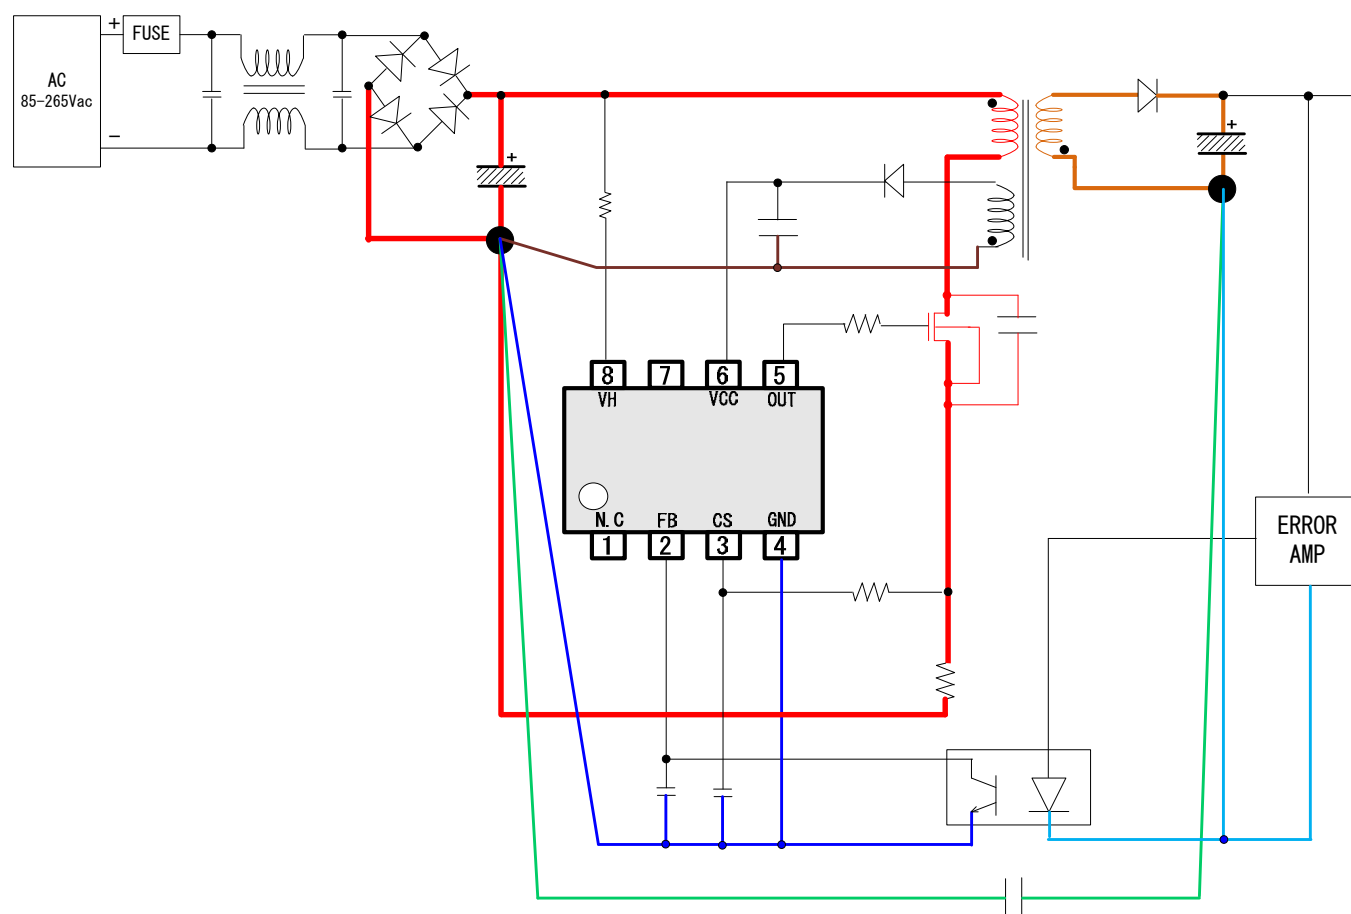

Figure 27. 基板レイアウトパターン
- ① Figure 27 で示す赤ラインは大電流経路であり、リンギングや損失の発生要因となるため、できるだけ太く短く、レイアウトしてください。
- ② Figure 27 の二次側の橙色ラインも赤ライン同様に太く短く、小さいループでレイアウトしてください。
- ③ 赤ライン、茶色ライン、青ライン、緑ラインの GND は一点接地してください。
- ④ 緑ラインはサージを二次側のサージを一次側に逃がす経路となり、瞬間的に大きな電流が流れるため、赤ラインや青ラインと独立して配線レイアウトしてください。
- ⑤ 青ラインは IC 制御用の GND ラインです。大きな電流は流れませんが、ノイズの影響を受けやすくなるため、赤ラインや緑ライン、茶色ラインと独立して配線レイアウトしてください。
- ⑥ 茶色ラインは VCC 端子に流れる電流経路です。スイッチング時に電流が流れるため、この経路も独立してレイアウトしてください。
- ⑦ トランスの直下は磁束の影響を受けるため、IC 制御ラインを引かないで下さい。